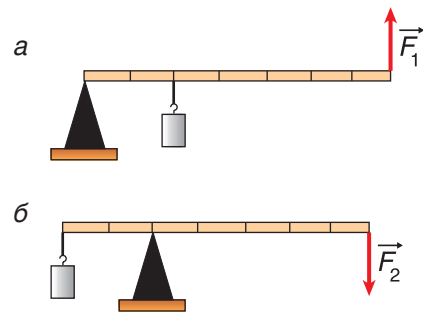

Рис. 190
4. Какой рычаг (рис. 190, а, б) дает больший выигрыш в силе? Во сколько раз?